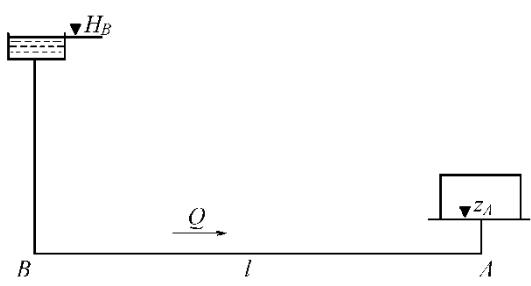

Рис. 2
3. Определить диаметр трубопровода для подачи 15 л/с воды от водонапорной башни  $B$  до предприятия  $A$  (рис. 2) при длине трубопровода  $l = 1000$  м, отметке уровня воды в башне  $H_B = 32$  м, геодезической отметке в конце трубопровода  $z_A = 2$  м и свободном напоре  $H_{ce} \geq 12$  м, если трубы:
Перепад уровней в пьезометрах до сужения ( $D_1 = 0,1 \text{ м}$ ) и в узкой горловине ( $D_2 = 0,05 \text{ м}$ ) в трубе круглого сечения, в которой установлен водомер Вентури, составляет 0,4 м. Ускорение свободного падения принять равным  $10 \text{ м}/\text{с}^2$ ,  $\pi = 3,14$ . При входе в узкую горловину водомера, приведенного на рис. 2,
Перепад уровней в пьезометрах до сужения ( $D_1 = 0,1 \text{ м}$ ) и в узкой горловине ( $D_2 = 0,05 \text{ м}$ ) в трубе круглого сечения, в которой установлен водомер Вентури, составляет 0,4 м. Ускорение свободного падения принять равным  $10 \text{ м}/\text{с}^2$ ,  $\pi = 3,14$ . На рис. 2 постепенное расширение называется...